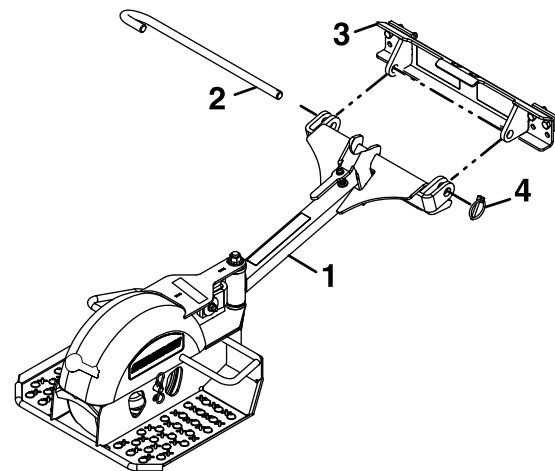

Figura 5
3. Retire el pasador de seguridad y el pasador de giro de la placa de montaje. Alinee el conjunto de barra de tracción con la placa de montaje, según se muestra en Figura 5.